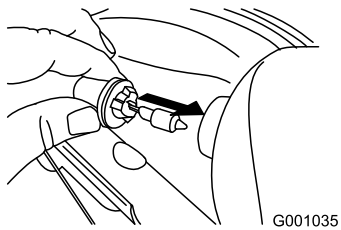

Рисунок 64
4. Вставьте новую лампу в тыльную часть фары (Рисунок 64).